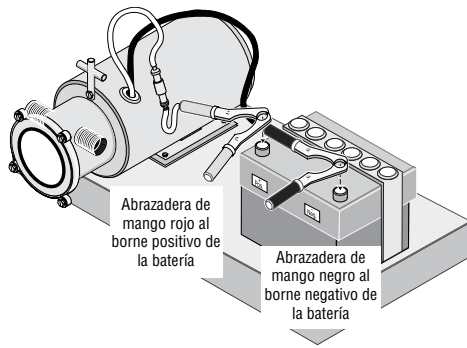

Figura 1 – Conexiones de cables
AVISO Esta bomba viene equipada con un motor reversible de 12 voltios CC de tipo imán permanente. Asegúrese de que esté conectado debidamente según se ilustra para la dirección del flujo indicada por medio de las flechas en la caja de la bomba (consulte la Figura 1).
7. Conecte los cables conductores del motor según se indica en la Tabla 1 y se ilustra en la Figura 1. La bomba se iniciará inmediatamente cuando se conecta a la energía.